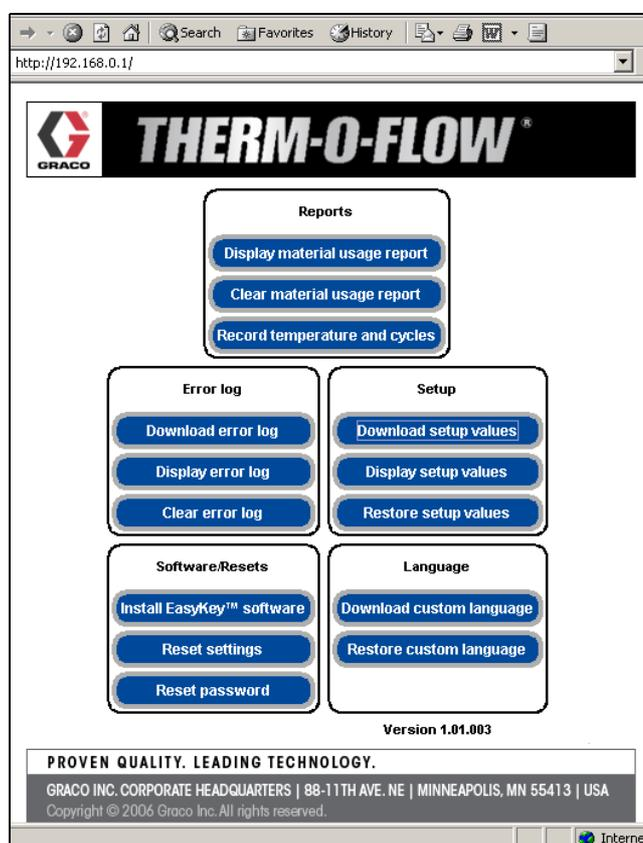

Рис. 33 Главный экран программного обеспечения
5. Появится главный экран программного обеспечения. См. Рис. 33.
На главном экране (см. Рис. 33) оператор может выбрать кнопки для осуществления действий с отчетами, журналом ошибок, настройкой, программным обеспечением/сбросом или языком.